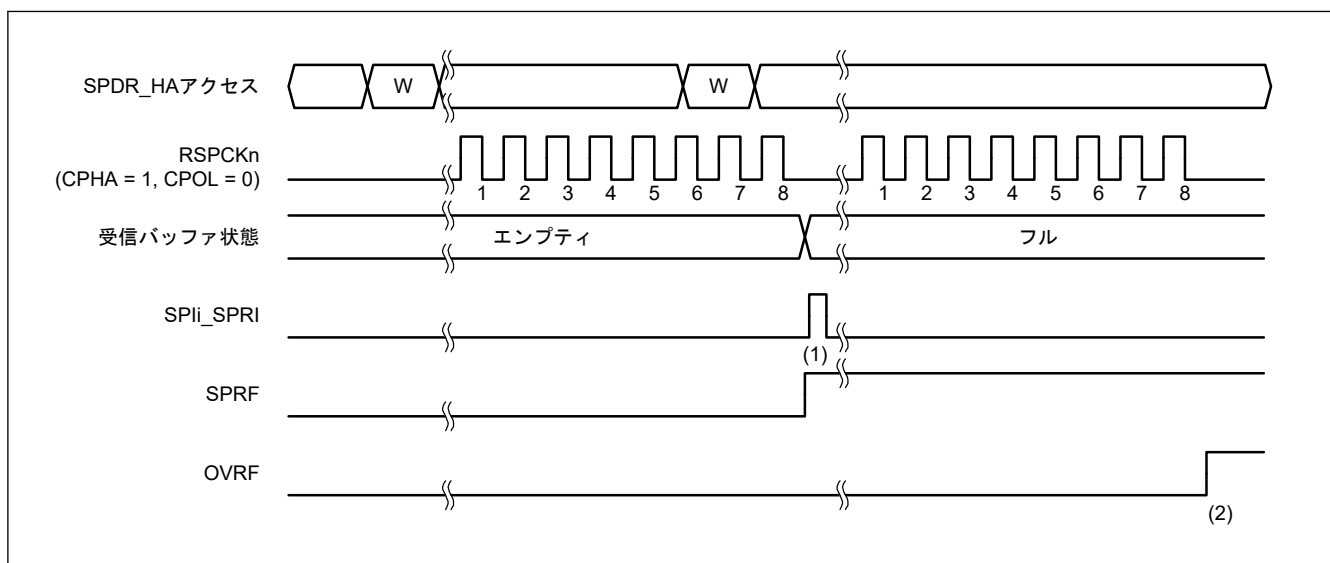

図 28.24 SPCR.TXMD = 0 の場合の動作例
以下に、図 28.24 の (1)、(2) に示したタイミングでのフラグ動作を説明します。